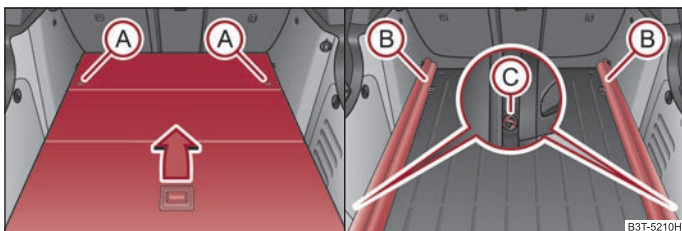

Abb. 85 Gepäckraum: Variablen Ladeboden ausbauen / Tragschienen ausbauen
- Entriegeln Sie durch Drehen der Sicherungsösen (A) ⇒ Abb. 85 nach links um ca. 90° den variablen Ladeboden.
- Entriegeln Sie die Tragschienen (B) ⇒ Abb. 85 durch Drehen der Aufsteck-Befestigungsösen (C) nach rechts um ca. 90°.